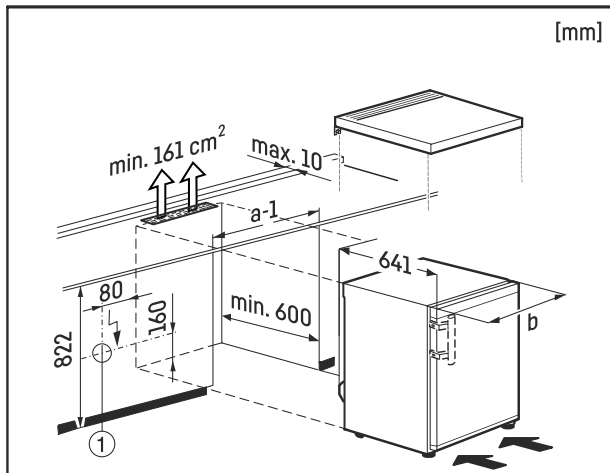

Fig. 9
При това контактът Fig. 9 (1) трябва да се намира извън задната страна на уреда и да е леснодостъпен.